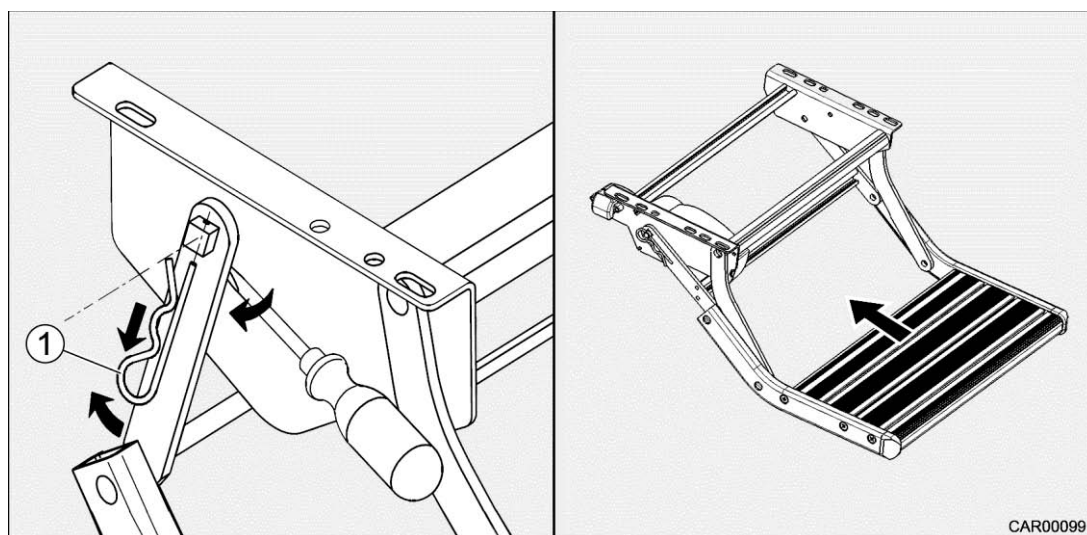

Fig. 11 Déverrouillage de secours du marche-pied
1. Enlever la goupille fendue (Fig. 11/1).